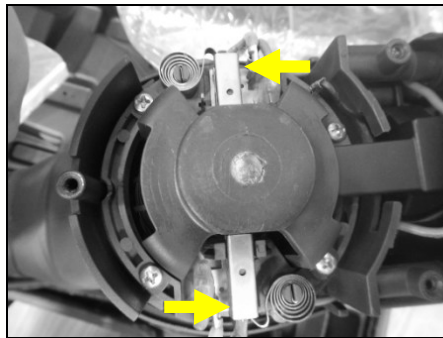

Fig 17
- Extraiga las escobillas gastadas (Fig 17), inserte las nuevas y vuelva a fijar la tapadera.
- Tenga cuidado de no dañar el conector ni los cables conductores especialmente cuando instale la tapadera (17).